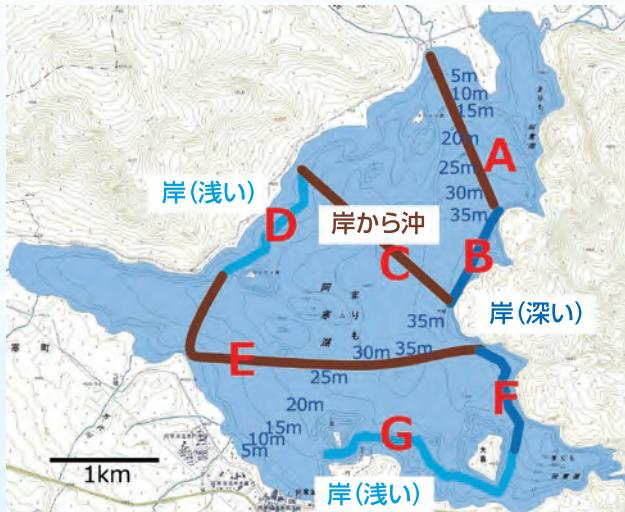

図14 区分化した調査コース(全長14km)
- 資源量推定に用いたデータを調査コースの特徴に応じて区分しました(A~G、図14)。